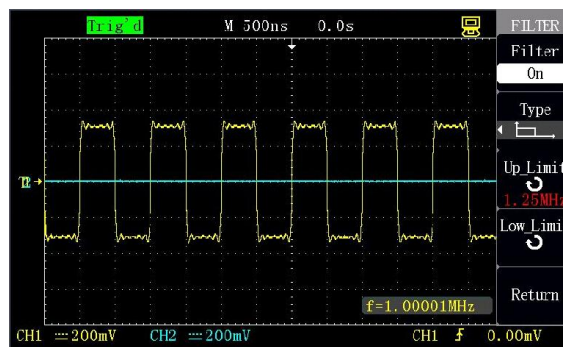

Figura 2-17 Filtro digital ligado
3. Pressione [CH1]→“Next”→“Digital filter→” “ON” e abra a função filtro digital, como mostrado na figura 2-17.